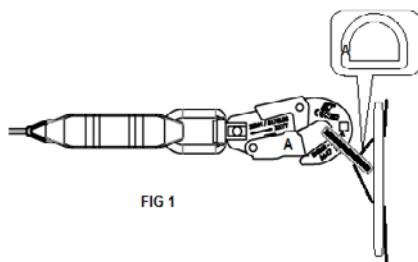

FIG 1
5. Am Ende des blocfor™ befindet sich ein mit A gekennzeichneter doppeltgesicherter Twistlock-Karabinerhaken (M47), gem. EN 362:2004 (FIG1). Dieser muß mit der Auffangöse ist im Rückenbereich des Auffanggurtes verbunden werden. Die Verwendung einer Verlängerung zwischen Höhensicherungsgerät und dem Auffanggurt ist ebenfalls strikt untersagt. Es ist möglich, den Blocfor für 1.8 am Verankerungspunkt an der Vorder- und Rückseite des Kabelbaums anzuschließen.